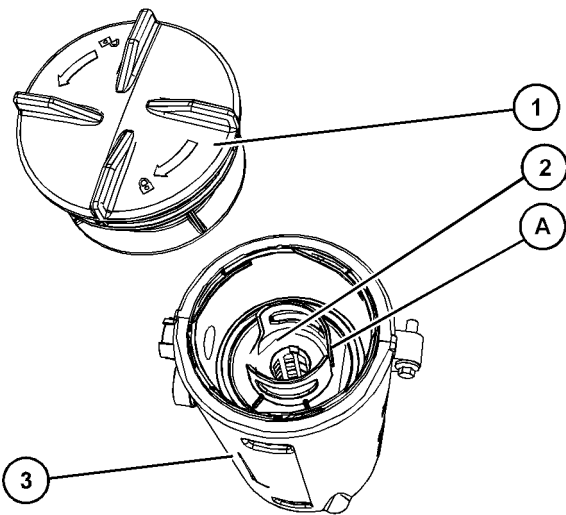

図 63
5. 新しいフィルタエレメントをブリーザのボディ(3)に取り付け、位置(A)が合うようにフィルタエレメントの向きを合わせます。図63を参照してください。フィルタエレメントの位置(A)をキャップの位置(B)に合わせます。